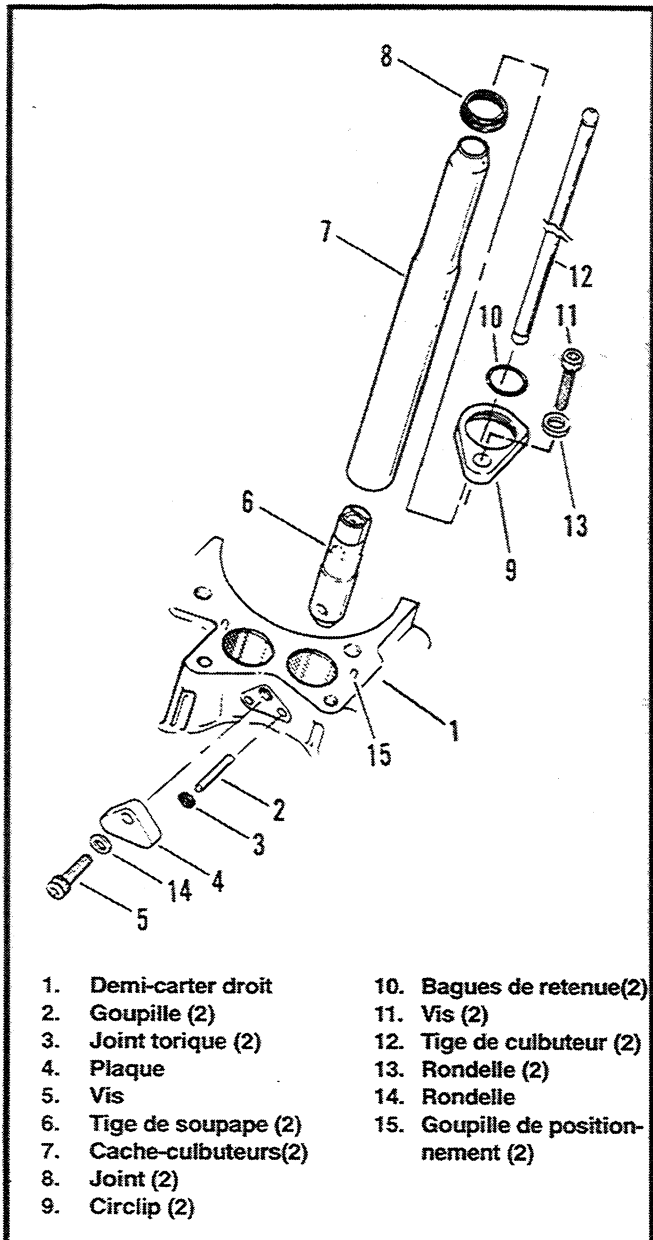

Figure 3-9. Ensemble des soupapes du milieu
12. Voir Figure 3-9. Déposez les vis à tête creuse (11), les rondelles (13) et les bagues de retenue (9). Retirez les cache-culbuteurs (7), les joints (8), les joints toriques (10) et les tiges de culbuteurs (12). Repérez l'emplacement et l'orientation (haut et bas) de chaque tige de culbuteur.